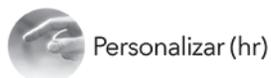

Figura 8
2. Oprima el ícono de **Personalizar** (Figura 8).